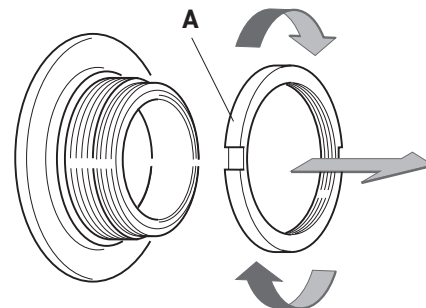
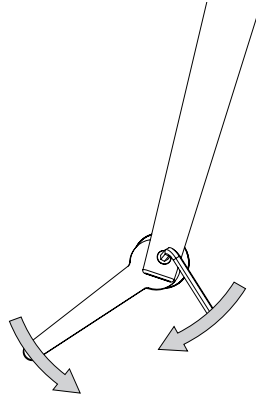

Fig. 6
Fig. 15
- Rimuovete la ghiera (A - Fig. 6) dal mozzo svitandola in senso orario.
• Serrate la vite dal lato non registrabile del perno (B - Fig.6), alla coppia di 13-14 Nm, contrastando la rotazione del perno con una chiave piatta fissa da 17 mm (Fig.15) sullo stesso lato del perno.